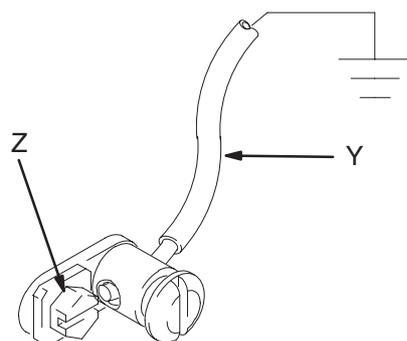

Fig. 1 T11052
1. *Pompes King:* utiliser un fil de terre et une bride. Voir fig. 1. Déposer la vis de terre (Z) et insérer par l'œil de la cosse à l'extrémité du fil de terre (Y). Bien resserrer la vis de terre sur la pompe. Brancher l'autre extrémité du fil de terre sur une terre véritable. Commander le fil de terre et la bride, réf. 222011.